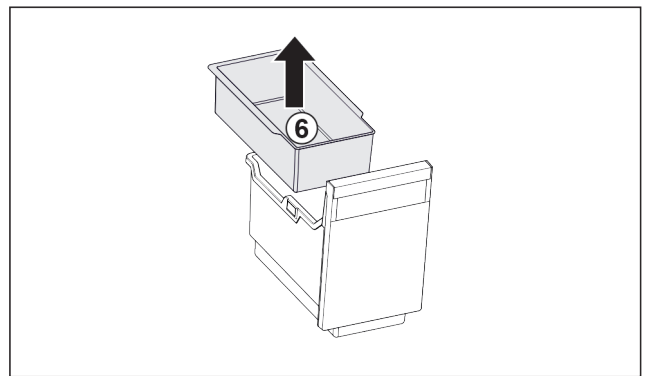

Fig. 19
- ▶ Inhangschaal Fig. 19 (6) verwijderen.